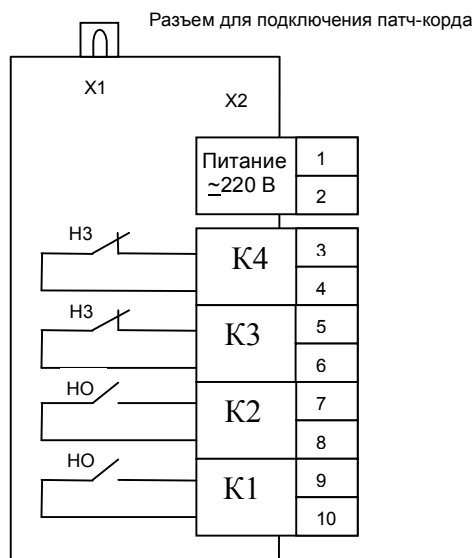

Рисунок 23
5.4.8.4 Назначение выходных реле, рисунок 23: